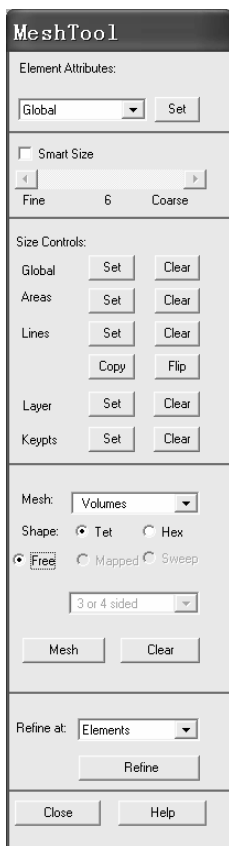

图 2-164 “MeshTool”窗口
(19) 依次选择 Main Menu>Preprocessor>Meshing>MeshTool，弹出“MeshTool”窗口（见图 2-164）。